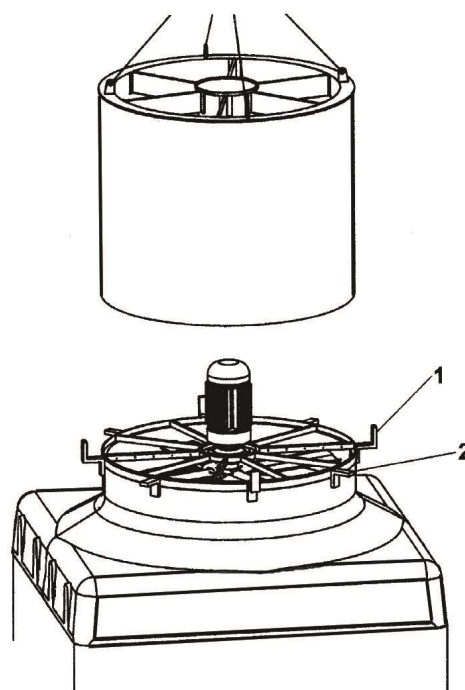

Fig. 11
1. Use the "Z" or "L"-profiles (Fig 11/1), located in one of the spokes of the fan support, as a guide.
3. Locate the silencer on top of the hood, supporting it on the "L" or "Z"-shaped profiles (Fig 11/2) arranged on the fan supporting ring.
1. Placer les profils en forme de « Z » ou « L » (fig. 11/1), qui se trouvent dans un des rayons du support du ventilateur, pour qu'ils servent comme guide.
3. Placer le silencieux sur le capuchon et l'appuyer sur les profils en « L » ou « Z » (fig. 11/2) disposés sur l'anneau support du ventilateur.
1. Colocar los perfiles en forma de “Z” o “L” (fig. 11/1), que se encuentran en uno de los radios del soporte del ventilador, para que sirvan de guía.
3. Situar el silenciador encima de la caperuza y apoyarlo sobre los perfiles en “L” ó “Z” (fig. 11/2) dispuestas en el aro soporte del ventilador.